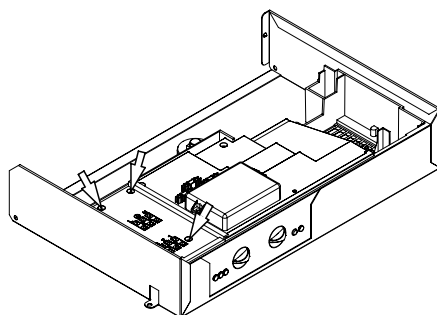

Figura 9.20
- Svitare le viti e rimuovere il coperchio copri morsetteria Figura 9.20